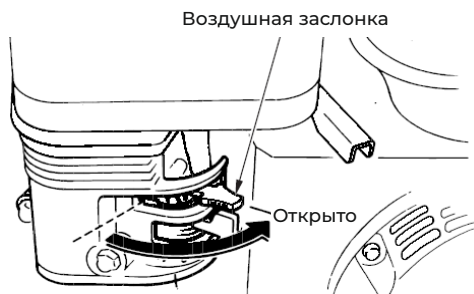

Рис. 17
6. Если в процессе запуска закрывалась воздушная заслонка, то после запуска и прогрева, необходимо открыть заслонку (рис. 17).